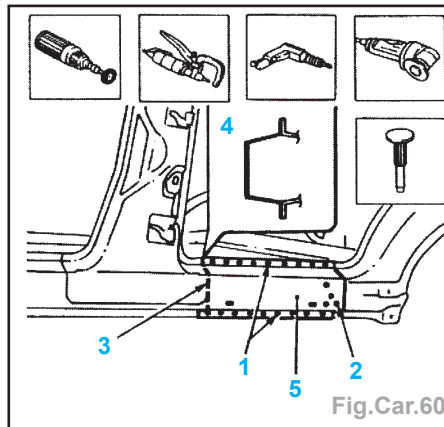

Fig.Car.60
- Dépointer à la perceuse les points de soudure (1 et 2) (Fig.Car.60).